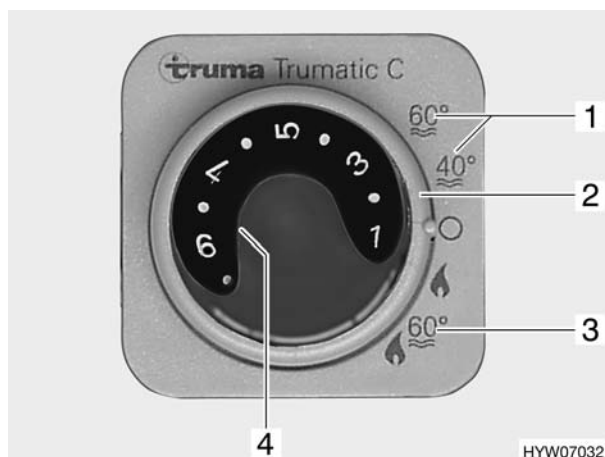
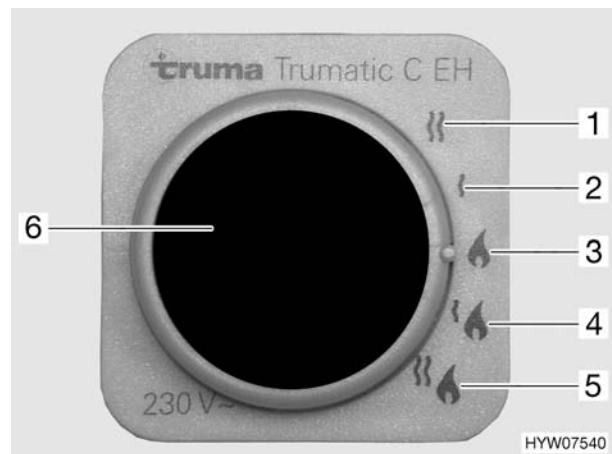

Fig. 147 Centralina di controllo per riscaldamento/boiler
Fig. 148 Selettore di energia per riscaldamento/boiler
Il boiler è integrato nel riscaldamento e funziona a gas (variante 1) o a gas o a corrente (variante 2). Il boiler si accende dalla centralina di controllo (Fig. 147) con l'interruttore girevole (Fig. 147,2). Sul selettore di energia (Fig. 148) viene preselezionato il tipo di energia (variante 2).
Durante il funzionamento invernale "Riscaldamento e boiler" (Fig. 147,3), accendendo il riscaldamento è riscaldata automaticamente anche l'acqua nel boiler. Quando il riscaldamento si spegne al raggiungimento della temperatura ambiente desiderata, il boiler continua a riscaldare l'acqua, fino a quando questa raggiunge la temperatura impostata.
Durante il funzionamento estivo (Fig. 147,1) l'acqua è riscaldata soltanto nel boiler fino a 40 °C o 60 °C. L'acqua si riscalda a 60 °C in ca. 1 ora. La luce spia gialla (Fig. 147,4) si accende durante la fase di riscaldamento del boiler.
- Sulla centralina di controllo (Fig. 147) posizionare l'interruttore girevole (Fig. 147,2) su "Funzionamento estivo" (Fig. 147,1).
La luce spia gialla (Fig. 147,4) si accende durante la fase di riscaldamento. Al raggiungimento della temperatura dell'acqua desiderata, la fase di riscaldamento termina e la luce spia gialla si spegne.
- Sulla centralina di controllo (Fig. 147) posizionare l'interruttore girevole (Fig. 147,2) su "Spento".
- ▷ Se il boiler sulla centralina di controllo (Fig. 147) è impostato su funzionamento estivo (Fig. 147,1) e il selettore di energia su funzionamento misto (Fig. 148,4 o 5), il boiler funziona perciò solamente con esercizio a 230 V. Il bruciatore per gas non viene inserito.
- Funzionamento a gas (Fig. 148,3)
- Funzionamento elettrico a 230 V con gradi di potenza da 900 W (Fig. 148,2) oppure 1800 W (Fig. 148,1)
- Funzionamento a gas e funzionamento elettrico a 230 V (funzionamento misto) con gradi di potenza da 900 W (Fig. 148,4) oppure 1800 W (Fig. 148,5)
La combinazione funzionamento a gas e funzionamento elettrico a 230 V diminuisce il tempo di riscaldamento (è possibile solo se il boiler viene impostato sulla centralina di controllo (Fig. 147) su funzionamento invernale).
Se viene selezionato il funzionamento elettrico a 230 V, la luce spia gialla si accende (Fig. 148,6).